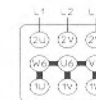

Bild 7
**Betrieb hohe Drehzahl running high speed** -> Bild 7